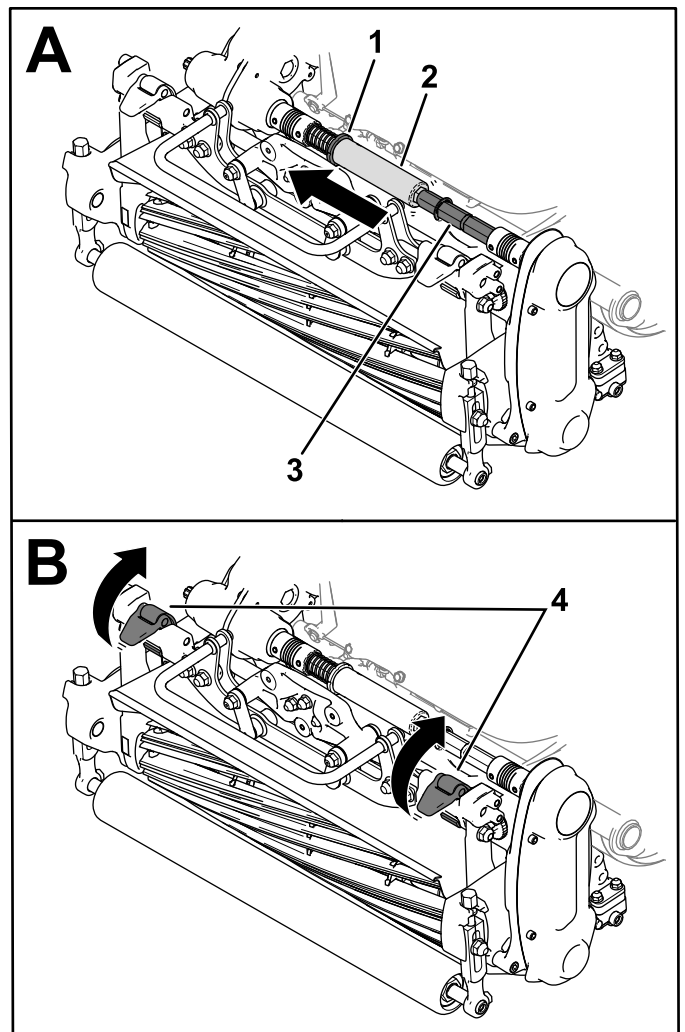

Figura 39
- Mova o anel (Figura 39) para a ranhura da união da unidade de corte.
- Deslize o tubo hexagonal para fora do veio da união da unidade de corte (Figura 39).
- Mova os trincos da suspensão para cima para libertar a unidade de corte da máquina (Figura 39).